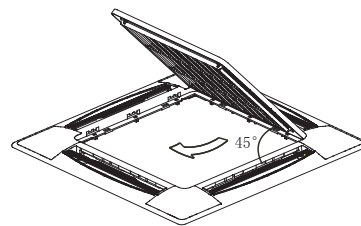

Fig.4-13
2) Mueva la rejilla hacia arriba a un ángulo de unos 45º y extráigala. (vea la Fig.4-13)